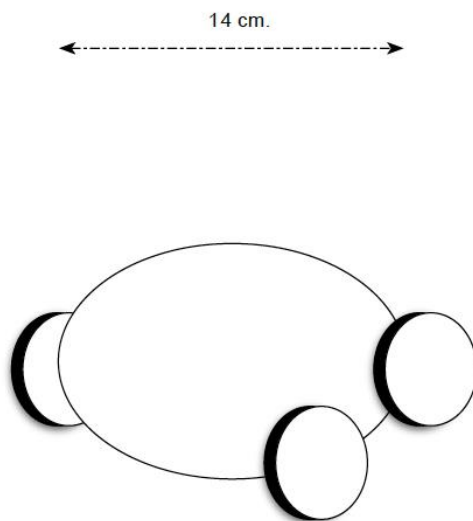

Figura 3. Dimensiones de referencia del robot móvil
- ✓ Dimensiones del robot: la longitud máxima permitida es de **14 cm**, como se ilustra en la **Figura 3**. Cabe destacar que esta restricción no limita el diseño del robot a una forma específica; puede tener una forma circular, cuadrada u otra geometría, siempre y cuando se encuentre dentro del espacio de trabajo.